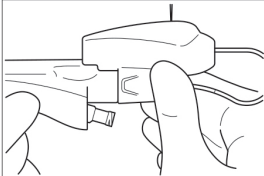
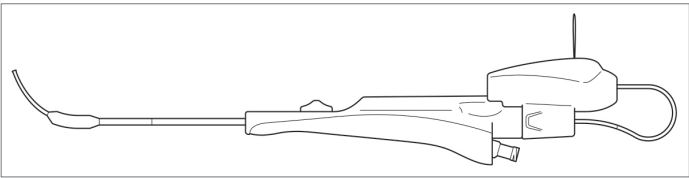

Abbildung 3
Abbildung 4
3. Das Gehäuse der LED Light Fiber am spitzen Anschlussstück der XprESS-Vorrichtung anschließen (Abbildung 3). Die distale Spitze der Faser auf das distale Ende des XprESS ausrichten (Abbildung 4).